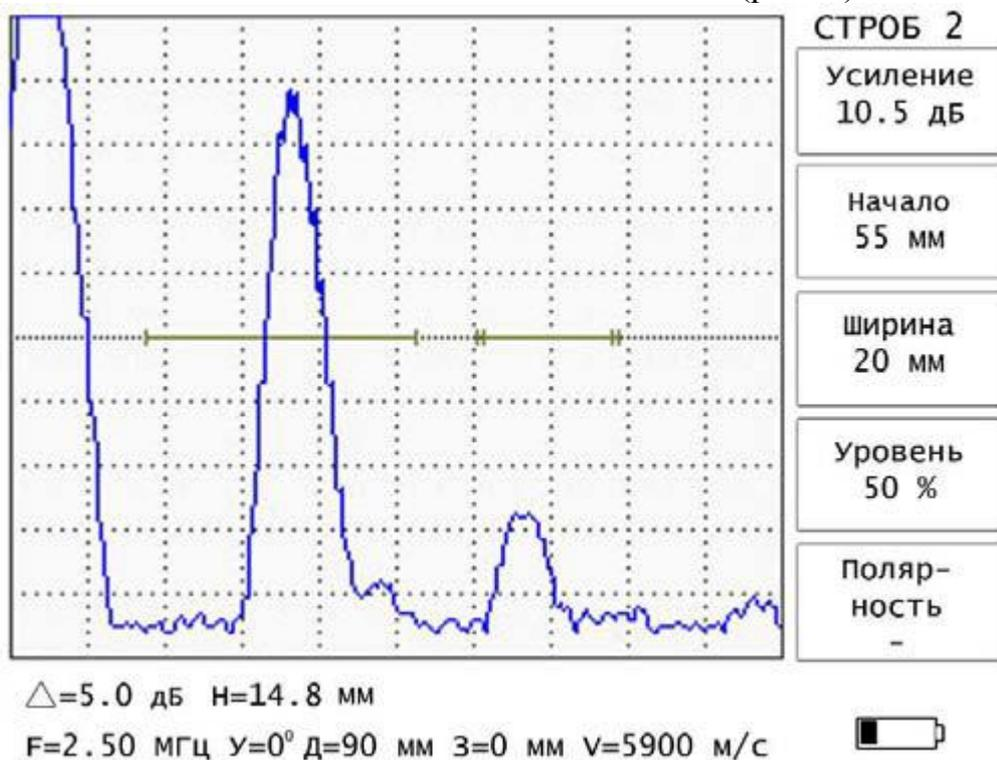

Рис. 7.
5.3. Меню «СТРОБ 2» аналогично меню «СТРОБ 1» (рис. 7).